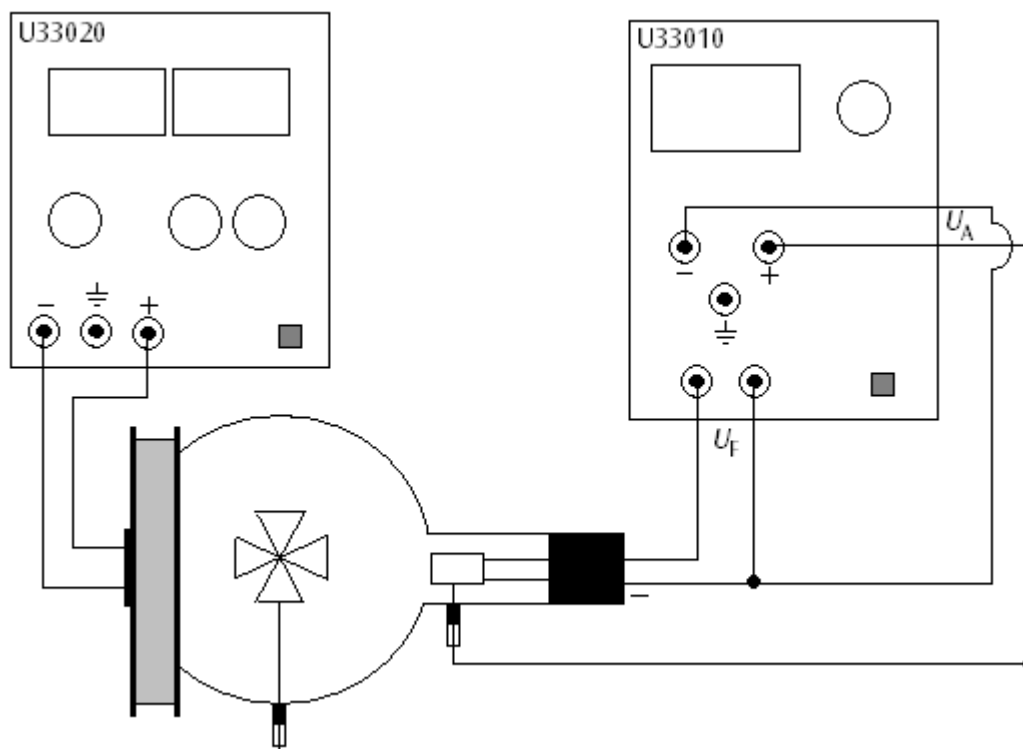

Fig.3 Introduction à l'optique électronique
- Procédez au câblage du tube comme le montre la figure 3.